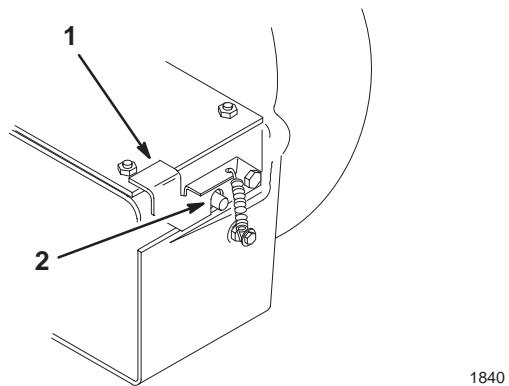

Figure 18
4. Quand la courroie est en place, poussez le souffleur vers le plateau de coupe jusqu'à ce que le dispositif de verrouillage s'enclenche sur l'ergot à l'arrière du plateau de coupe (Fig. 18).